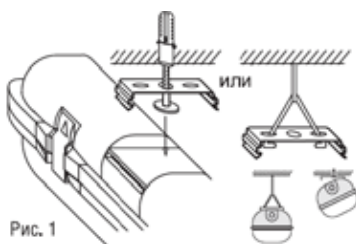

Рис. 1
3. Наметьте и просверлите четыре отверстия для установочных кронштейнов на поверхности стены или потолка по месту установки (Рис. 1). Расстояние между центрами отверстий указано в таблице и может варьироваться в пределах  $\pm 5$  мм, на Ваше усмотрение.